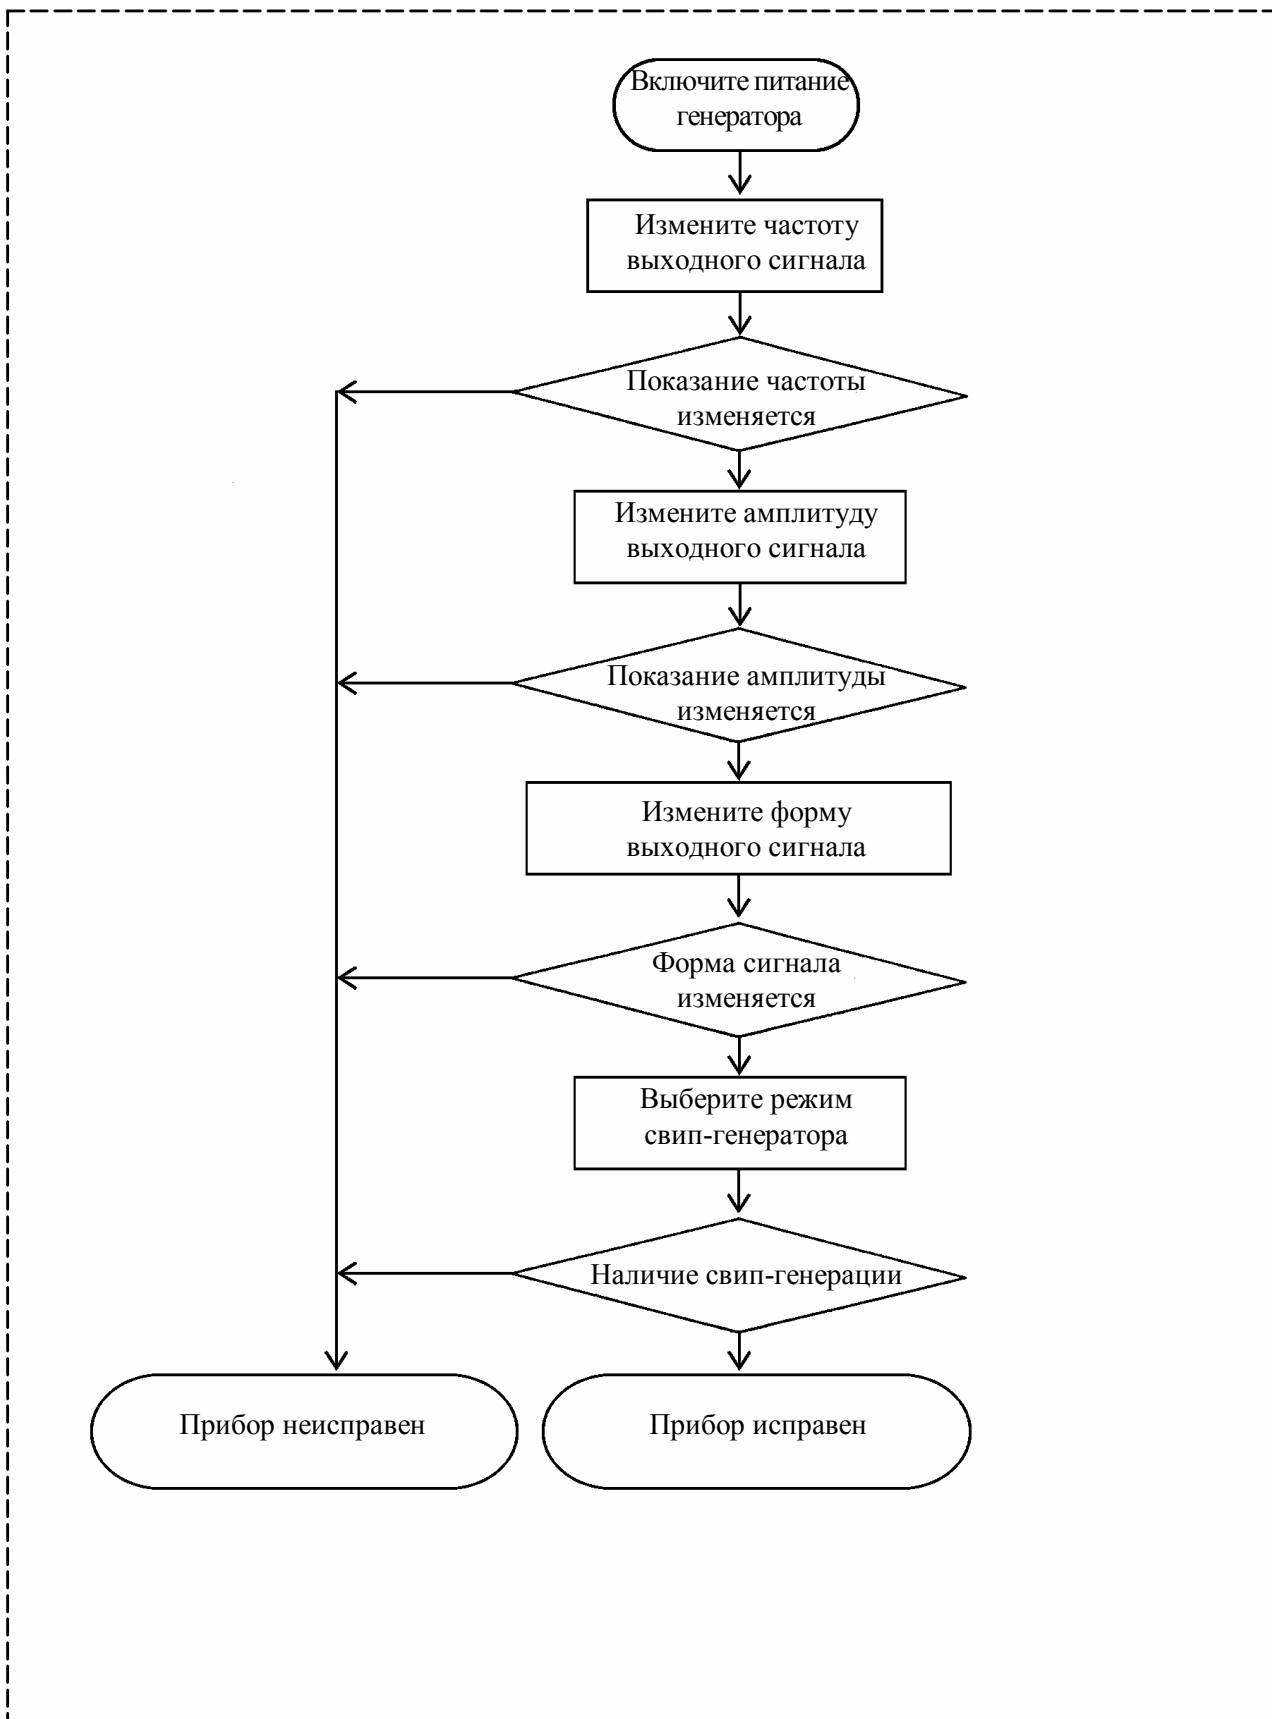

Рисунок 4 Схема процедуры проверки генератора
4.4.2 Процедура проверки приведена на рис. 4.